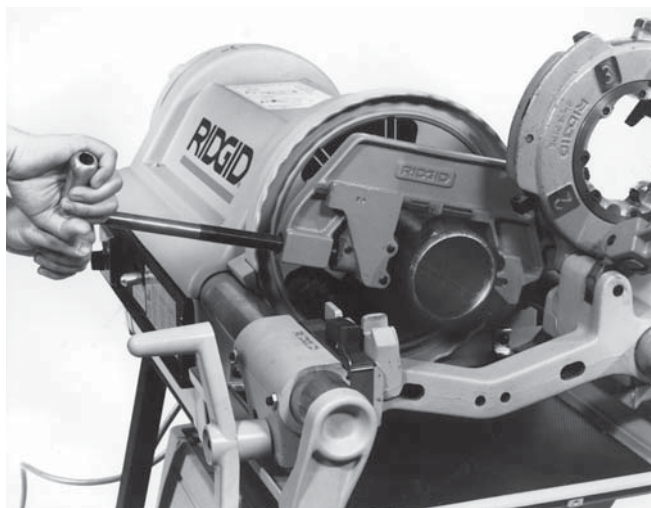

Рисунок 6 – Резание трубы труборезом №764
5. Примите правильную рабочую позу (рисунок 6).
7. Возьмитесь за рукоятку ходового винта трубореза обеими руками (рисунок 6).